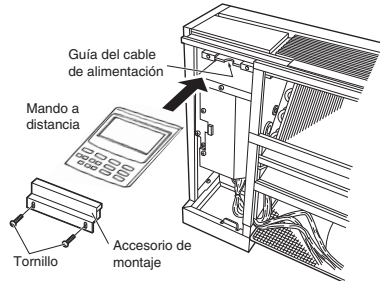

Fig. 3-117
- Extraiga el panel delantero. Extraiga los tornillos y el accesorio de montaje. (Fig. 3-117)
- Coloque el mando a distancia en el espacio de la unidad tal y como se muestra en la Fig. 3-117. Ensamble los conductores del mando a distancia al centro de la parte posterior y conéctelos hacia la guía del cable de alimentación.